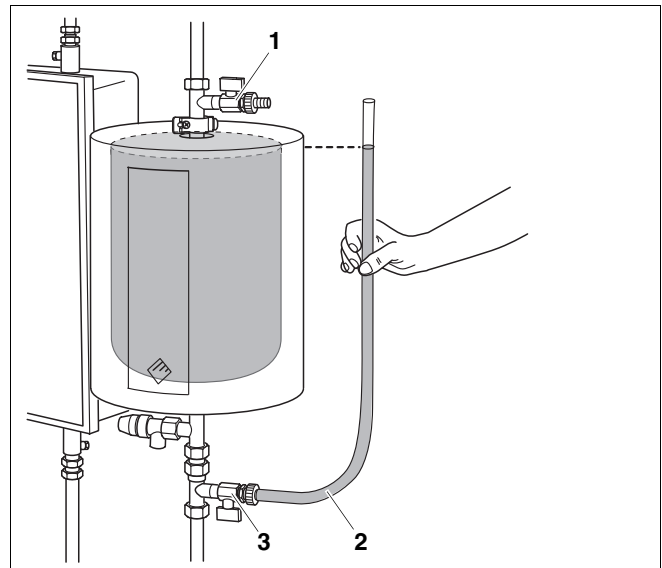

Abb. 4 Füllstand überprüfen
- Schließen Sie den beiliegenden transparenten Schlauch (Abb. 4, **Pos. 2**) am unteren Kugelhahn (Abb. 4, **Pos. 3**) an.
- Halten Sie den transparenten Schlauch (Abb. 4, **Pos. 2**) neben den Rückflussbehälter.
- Öffnen Sie den oberen Kugelhahn (Abb. 4, **Pos. 1**).
- Öffnen Sie den unteren Kugelhahn (Abb. 4, **Pos. 3**).
- Anhand des Wärmeträger-Füllstandes im transparenten Schlauch (Abb. 4, **Pos. 2**) können Sie den Füllstand im Rückflussbehälter kontrollieren.
- Schließen Sie anschließend beide Kugelhähne (Abb. 4, **Pos. 1**).